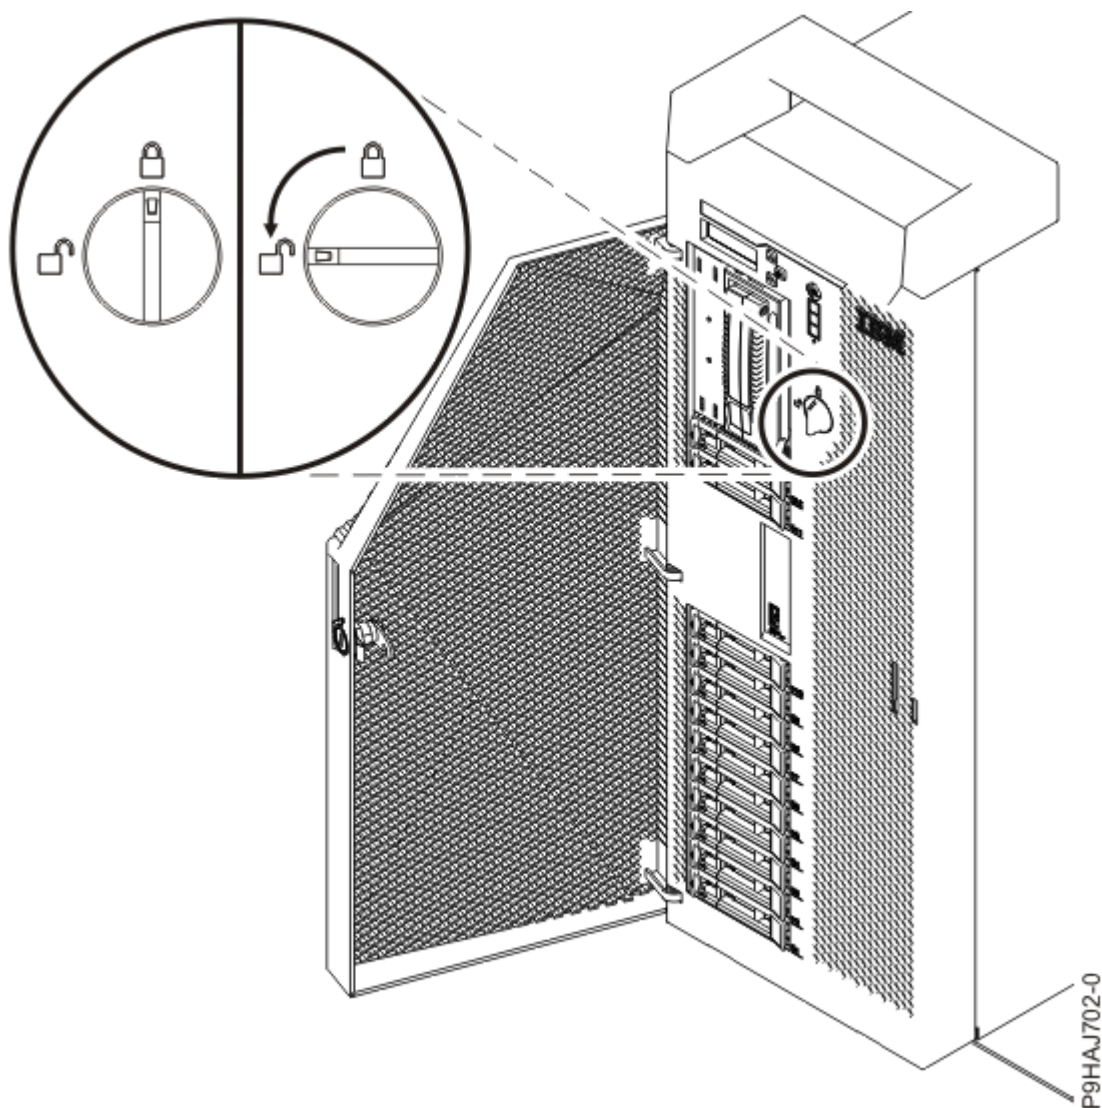

図 99. 前面カバー・ラッチのオープン
- c) カバー・ラッチを左 (反時計方向) にひねってカバーをアンロックします (104 ページの図 99 を参照)。